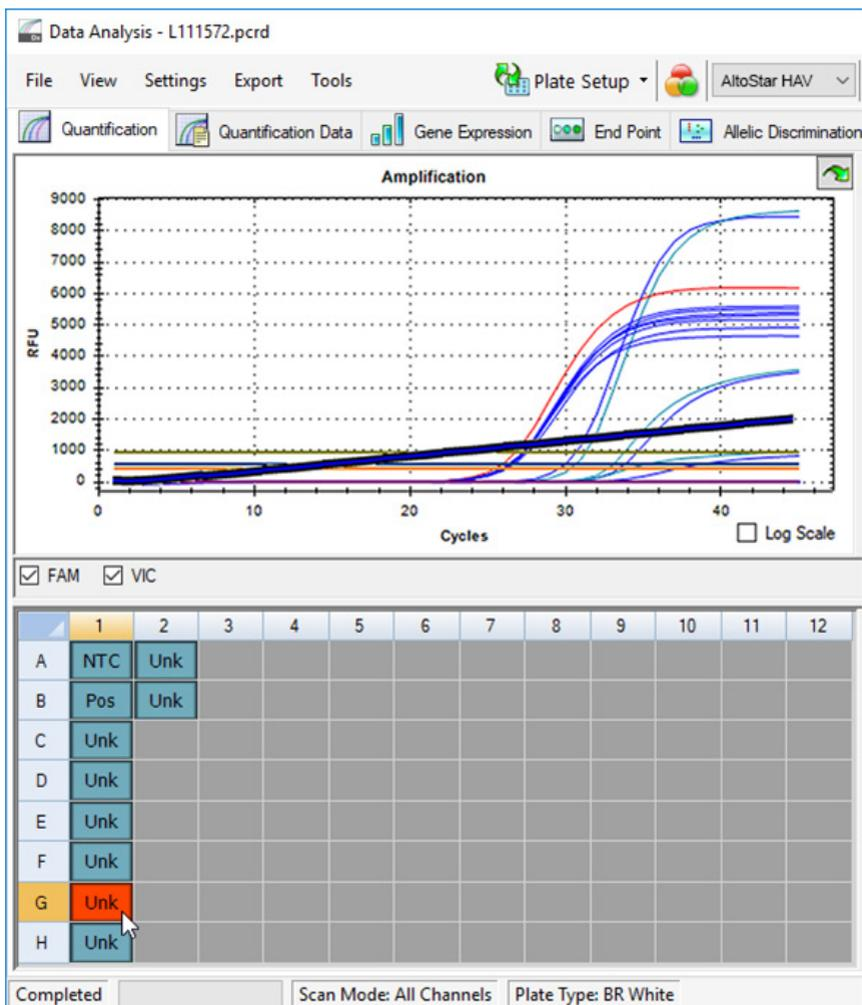

Figura 6: Finestra Data Analysis (Analisi dei dati): segnale PCR irregolare
2. Identificare i pozzetti con segnali PCR irregolari (aumento del segnale lineare, picchi anomali, ecc.) in uno qualsiasi dei canali di rilevamento FAM™ (HAV target) e VIC™ (IC) (vedere figura 6).